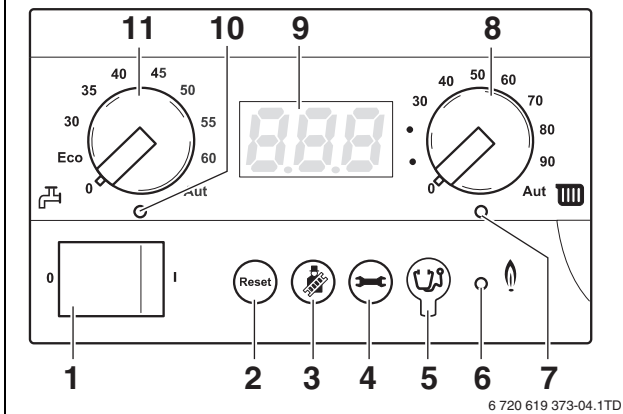

Bild 74 Basiscontroller BC10
- ▶ Taste „Schnornsteinfeger“ (→ Bild 74, [3]) drücken und gedrückt halten (ca. 2 Sekunden), bis der Punkt rechts unten im Display (→ Bild 74, [9]) erscheint. Siehe hierzu auch Tabelle 9 „Abgastest“, Seite 26.
- ▶ Nach Aufleuchten der LED „Brenner“ (→ Bild 74, [6]) eine Minute warten, bis das Gerät auf Volllast brennt.
- Taste „Schornsteinfeger“ (→ Bild 74, [3]) drücken, um die Messung zu beenden. Siehe auch Tabelle 9 „Abgastest“, Seite 26.
- ▶ Heizungsanlage über dem Ein/Aus-Schalter des Basiscontrollers Logamatic BC10 (→ Bild 74, [1]) einschalten.
- ▶ Taste „Schornsteinfeger“ (→ Bild 74, [3]) drücken und gedrückt halten (ca. 2 Sekunden), bis der Punkt rechts unten im Display (→ Bild 74, [9]) erscheint. Siehe hierzu auch Tab. 9 „Abgastest“, Seite 26.
- ▶ Taste „Schornsteinfeger“ (→ Bild 74, [3]) drücken, um die Messung zu beenden. Siehe auch Tabelle 9 „Abgastest“, Seite 26.
- ▶ Heizungsanlage über dem Ein/Aus-Schalter des Basiscontrollers Logamatic BC10 (→ Bild 74, [1]) ausschalten.
- ▶ Nach Aufleuchten der LED „Brenner“ (An/Aus) (→ Bild 74, [6]) eine Minute warten, bis das Gerät auf Teillast brennt.
- Taste „Schornsteinfeger“ (→ Bild 74, [3]) drücken und gedrückt halten (ca. 2 Sekunden), bis der Punkt rechts unten im Display (→ Bild 74, [9]) erscheint. Siehe hierzu auch Tab. 9 „Abgastest“, Seite 26.
- Heizungsanlage über dem Ein/Aus-Schalter des Basiscontrollers Logamatic BC10 (→ Bild 74, [1]) ausschalten.
- Heizungsanlage über dem Ein/Aus-Schalter des Basiscontrollers Logamatic BC10 (→ Bild 74, [1]) einschalten.
- Am Drehschalter „maximale Kesselwassertemperatur“ (→ Bild 74, [8]) die obere Grenztemperatur des Kesselwassers für den Heizbetrieb einstellen (→ Tabelle 16).
- Mit dem Drehschalter „Warmwasser-Sollwert“ (→ Bild 74, [10]) die gewünschte Temperatur des Warmwassers im Warmwasserspeicher vorgeben (→ Tabelle 17).